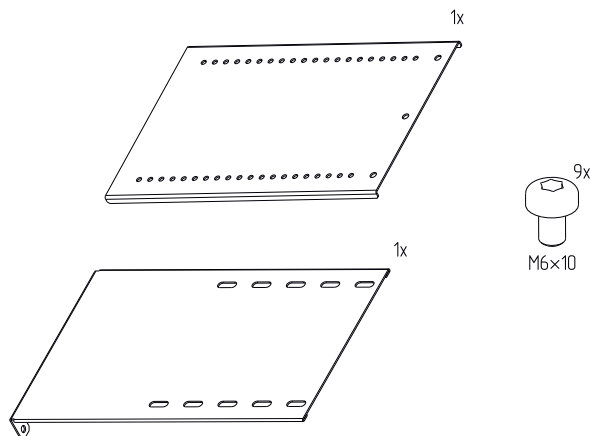

Рисунок 1 – Перегородка секционирования вертикальная для вертикального шинного отсека
- проверить комплектность (рисунок 1,2,3).